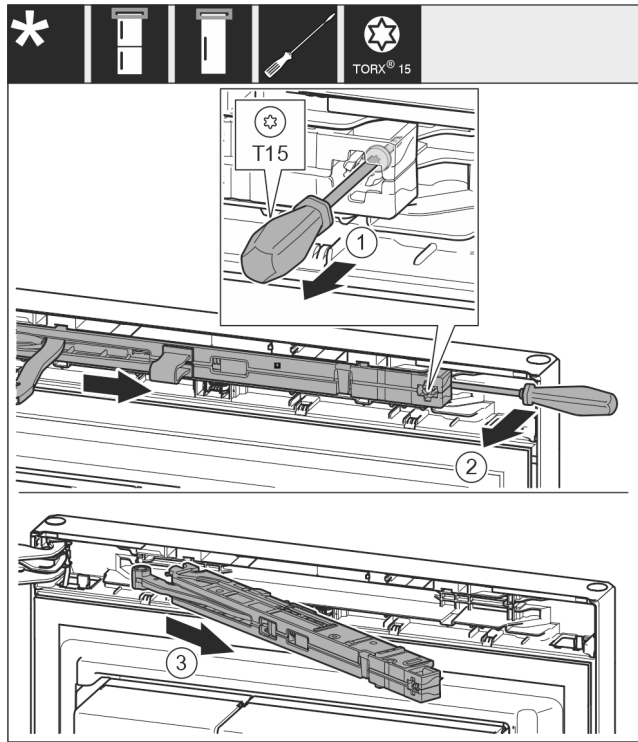

Fig. 8
- ▶ A záráscsillapító egységnél T15 csavarhúzóval kb. 14 mm mértékben engedje ki a csavart. Fig. 8 (1)
- ▶ Nyúljon a markolat felőli oldalról csavarhúzóval a záráscsillapító egység mögé, és forgassa előre az egységet. Fig. 8 (2)
- ▶ Húzza ki a záráscsillapító egységet. Fig. 8 (3)